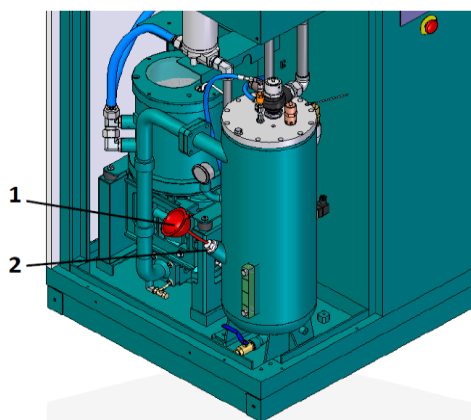

图 32：加油口
6. 用漏斗(图 32/1)向加油口处添加冷却液(图 32/2)。